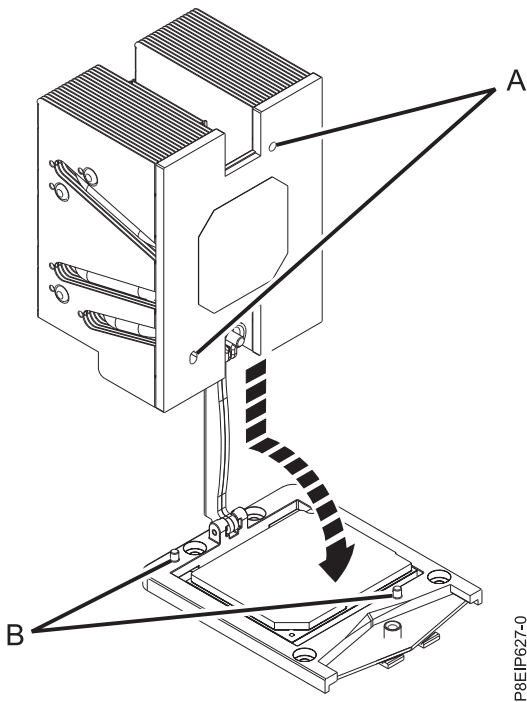

Figure 68. Installation du dissipateur thermique
10. Installez le nouveau dissipateur thermique fourni dans le jeu d'unités FRU. Le matériau d'interface thermique est pré-appliqué au dissipateur thermique. Abaissez avec soin le dissipateur thermique sur le module processeur système en passant le bras de chargement par le dissipateur thermique. Vérifiez que les trous du dissipateur thermique (**A**) sont alignés avec les broches de guidage (**B**) sur le connecteur, comme indiqué dans la figure 68.